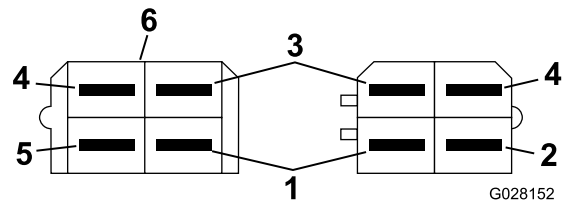

Figura 14
11. Conecte el conector del arnés de cables de la máquina con cable de color verde/blanco al conector marcado del faro derecho (Figura 14).